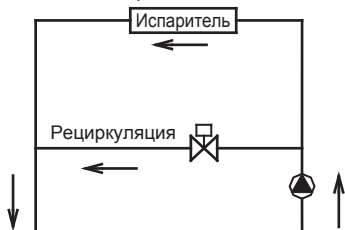

Рис. 4-3
c. Впускной патрубок испарителя должен быть оснащен регулятором расхода с обтекаемым телом для реализации защиты агрегата от разрыва. На обоих концах регулятора расхода с обтекаемым телом должны быть предусмотрены горизонтальные прямолинейные участки, диаметр которых в 5 раз больше диаметра впускного патрубка. Регулятор расхода с обтекаемым телом необходимо установить в строгом соответствии с «Руководством по установке и настройке регулятора расхода с обтекаемым телом» (рис. 4.3–4.4). Провода регулятора расхода с обтекаемым телом необходимо подвести к электрическому шкафу посредством экранированного кабеля (см. подробнее на Схеме электрического управления). Рабочее давление регулятора расхода с обтекаемым телом составляет 1,0 МПа, а диаметр контактной поверхности равен 1 дюйму. Настройка регулятора расхода с обтекаемым телом с учетом номинального потока воды агрегата выполняется после установки трубопроводов.